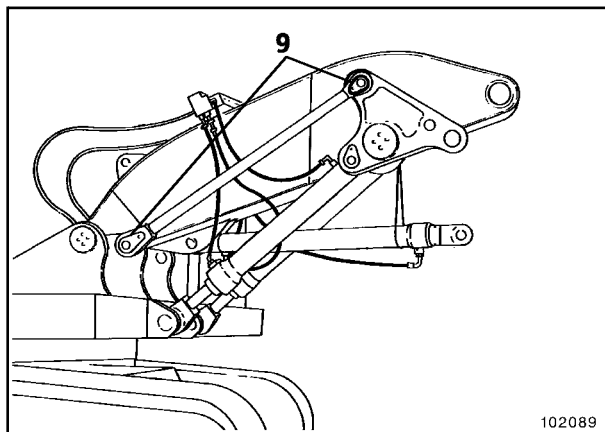

Fig. 6
- Tan pronto como coincidan los taladros, acoplar las barras de acoplamiento con los dispositivos TriPower y el caballete por los pernos (9, Fig. 6).